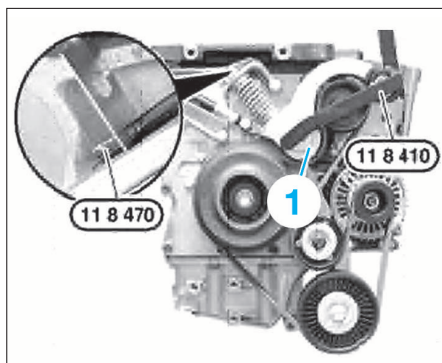

FIG. 17
- Mettre en place l'outil spécifique 118 410 (Fig.17).